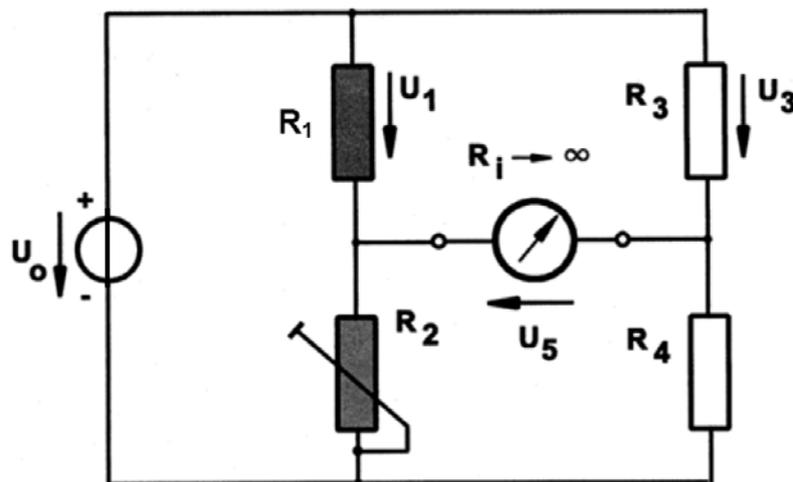

Abb. 1: Messschaltung zur Bestimmung von R_1
4. Gehen Sie von der Schaltung in Abb. 1 aus. Es gelte: $U_0 = 6V$, $R_1 = R_4 = 605\Omega$, $R_2 = R_3 = 595\Omega$. Bestimmen Sie U_5 .
Es ist eine Brückenschaltung gemäß der Abb. 1 aufzubauen und abzugleichen. Als Widerstand R_1 wird der Widerstand R_1 der 4 Dehnungsmessstreifen-Widerstände des unbelasteten Biegebalkens verwendet.